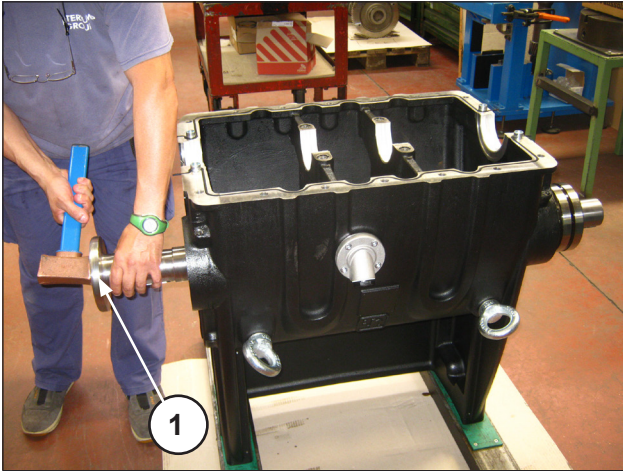

Fig. 47
Extraia o eixo PTO de qualquer um dos lados usando um martelo com o respectivo tampão, fazendo com que o rolamento de rolos saia do seu lugar (pos. ①, Fig. 47).